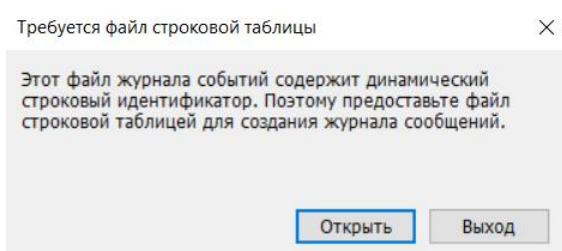

Рисунок 6.14 – Окно «Требуется файл строковой таблицы»
5. Чтобы успешно конвертировать журнал архивных сообщений из формата базы данных в Excel формат необходимо открыть файл с таблицами строк «ArchiveLog_RowTable.csv». Данный файл поставляется предприятием-изготовителем на USB Flash-накопителе, в каталоге «\Library\EasyBuilderPro\files\». В окне «Требуется файл строковой таблицы» (рисунок 6.14) необходимо открыть файл «ArchiveLog_RowTable.csv», нажав кнопку «Открыть».